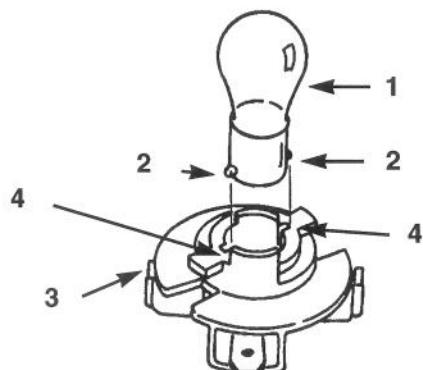

Figure 19
4. Appuyer sur l'ampoule et la tourner dans le sens anti-horaire jusqu'à ce qu'elle s'arrête (approx. $1/4$ de tour) et la déposer du porte-ampoule (Fig. 19).
1. La base de l'ampoule est munie d'ergots métalliques. Aligner les ergots avec les encoches du porte-ampoule et installer la base dans le porte-ampoule (Fig. 19). Pousser sur l'ampoule et la tourner dans le sens horaire jusqu'à ce qu'elle s'arrête.